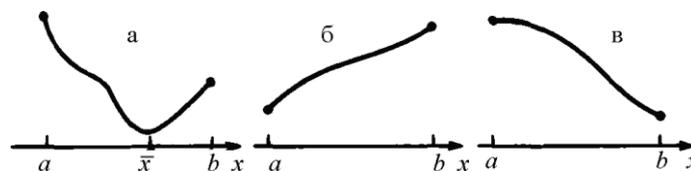

Рисунок 3
3. Унимодальные функции. Пусть f – функция, определенная на отрезке $[a, b]$. Предположим, что на этом отрезке содержится единственная точка \bar{x} локального минимума функции f , причем функция строго убывает при $x \leq \bar{x}$ и строго возрастает при $x \geq \bar{x}$. Такая функция называется *унимодальной*². Возможны три случая расположения точки \bar{x} на отрезке $[a, b]$. Соответственно и график унимодальной функции может иметь одну из форм, схематично изображенных на рисунке 3: точка \bar{x} является внутренней для отрезка (рис. 3, а), \bar{x} совпадает с левым концом отрезка (рис.3, б) и \bar{x} совпадает с правым концом отрезка (рис.3, в).